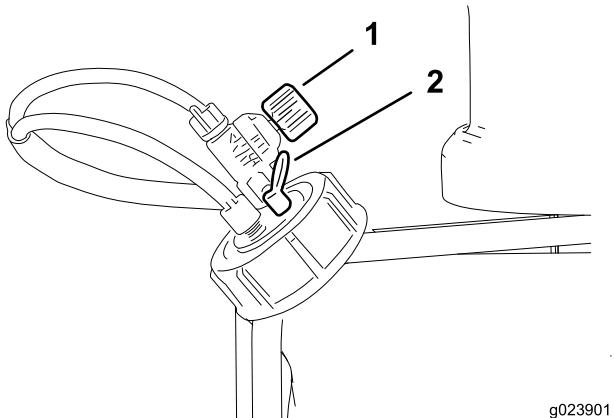

Figure 5
Régulateur de mousse – Il contrôle la consistance de la solution moussante. Le réglage du régulateur permet de contrôler la quantité de solution moussante envoyée aux buses. Plus le débit augmente, plus l'application de mousse sera fréquente, et plus le débit diminue, moins l'application de mousse sera fréquente (Figure 5).
Clapet de décharge – Tirez la languette rouge sur le bouchon du réservoir pour évacuer la pression du réservoir (Figure 5).
5. Pour le fonctionnement initial, ouvrez la valve de réglage de densité de 1/8 à 1/4 de tour (Figure 5).